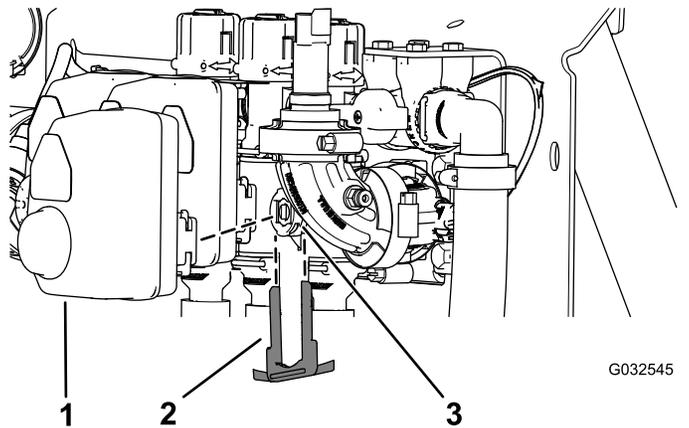

图105
2. 取下将致动器固定至喷洒臂段阀或搅拌阀歧管阀的卡环（图105）。